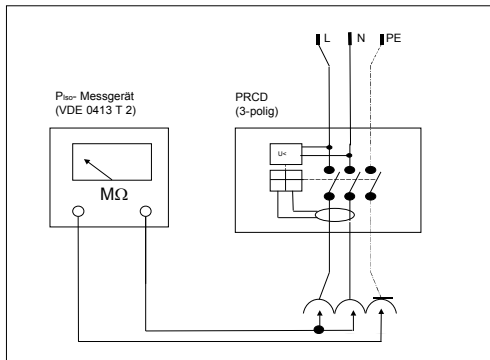

Bild 3 Isolationsmessung 1
- Die RCD kann wegen der Unterspannungsauslösung ohne Netzspannung nicht eingeschaltet werden. Es sind mindestens zwei Messungen erforderlich (siehe Bild 3 und 4).